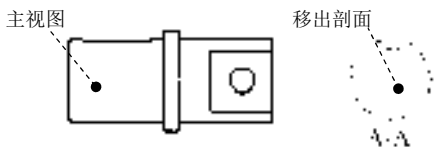

图 3.8.54 移出剖面
Step5. 设置剖视图选项。在“绘图视图”对话框中，选取 **类别** 区域中的 **截面** 选项；将 **截面选项** 设置为 **2D 横截面**，然后单击  按钮；将 **模型边可见性** 设置为 **区域**；在 **名称** 下拉列表框中选取剖截面 **A**，在 **剖切区域** 下拉列表框中选取 **完整** 选项，设置完成后对话框如图 3.8.53 所示，最后单击对话框中的 **确定** 按钮，关闭对话框，完成移出剖面的添加，如图 3.8.54 所示。
(1) 选取图 3.8.54 所示的断面图，然后右击，从快捷菜单中选择 **添加箭头** 命令。